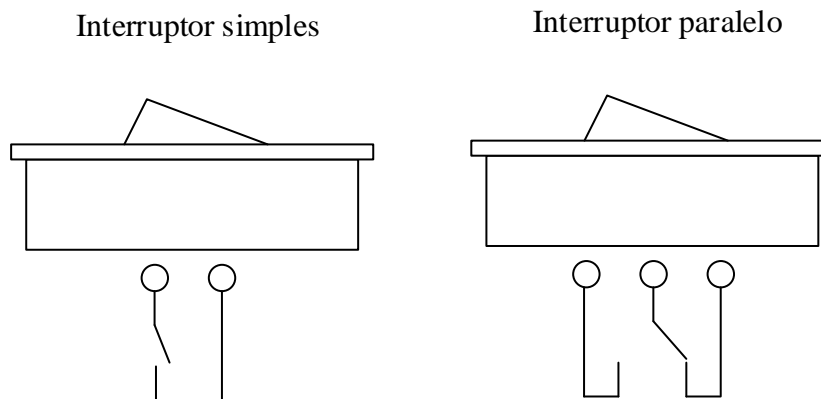

Figura 3: Terminais de interruptores simples e paralelo
- Energize o painel e verifique se o funcionamento da parte pronta do kit corresponde ao esperado. Para isso, observe o funcionamento dos disjuntores e seus circuitos: execute os comandos nos interruptores, observe se as lâmpadas acendem de acordo com o esperado, meça as tensões nas tomadas (fase-neutro, fase-terra, neutro-terra), bem como as tensões entre os terminais dos interruptores, conforme figura 3 a seguir. Se a tensão entre os terminais for igual a zero, isso significa que a conexão entre eles está estabelecida. De outra forma, o caminho está aberto.